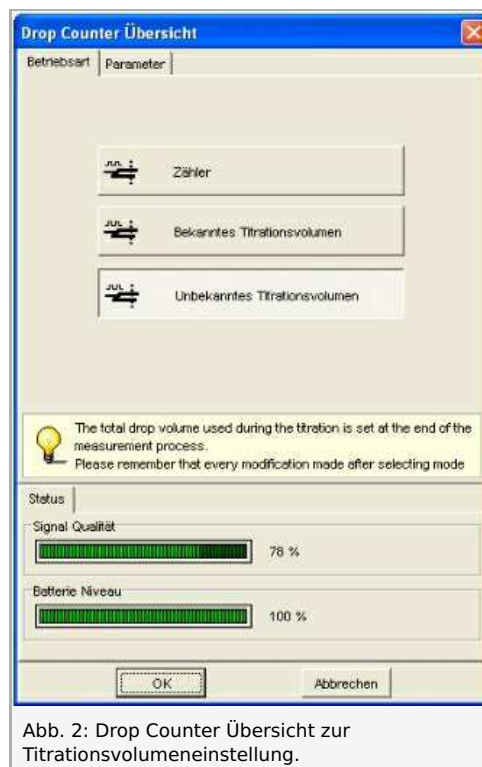

Abb. 2: Drop Counter Übersicht zur Titrationsvolumeneinstellung.
- Die beiden Wireless-Links einschalten und warten bis das Programm die Messsensoren erkennt und über die Drop Counter Übersicht „unbekanntes Titrationsvolumen“ anwählen (siehe Abbildung 2).